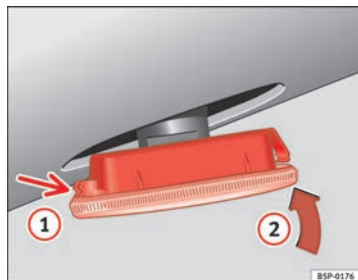

Fig. 150 Indicatori di direzione laterali
- Collocare l'intermittente nel foro della carrozzeria, incastrando le linguette **1** ⇒ fig. 150, e successivamente inserire la lampada come indicato dalla freccia **2** ⇒ fig. 150.. ■